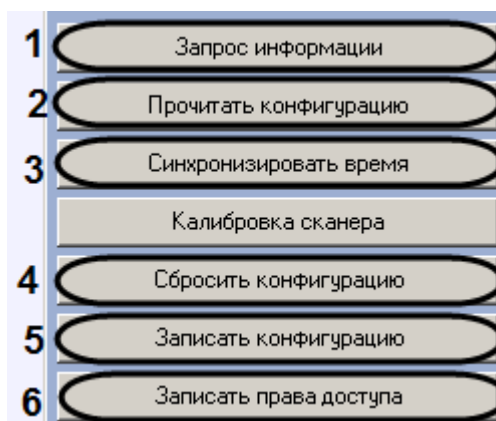

Рис. 3.6—4 Запись и чтение конфигурации контроллера
2. Для чтения конфигурации контроллера нажать на кнопку **Прочитать конфигурацию** (см. Рис. 3.6—4, 2).
3. Для пересылки в контроллер(ы) времени Сервера нажать на кнопку **Синхронизировать время** (см. Рис. 3.6—4, 3).